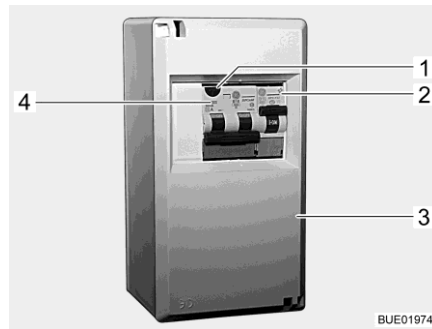
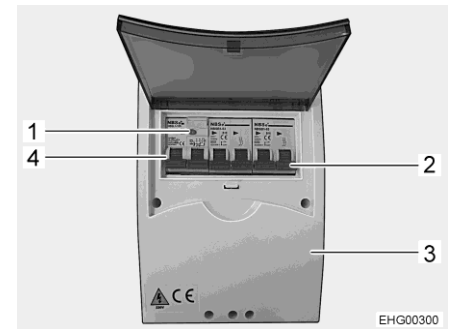

Fig. 122 Coffret de fusibles 230 V
Fig. 123 Coffret de fusibles 230 V (variante)
- Couper les disjoncteurs de protection de circuit (Fig. 122,2, Fig. 122,4 ou Fig. 123,2, Fig. 123,4) dans le coffret de fusibles (Fig. 122,3 ou Fig. 123,3).
- Quand le véhicule est raccordé sur l'alimentation 230 V, appuyer sur la touche de contrôle (Fig. 122,1 ou Fig. 123,1) du disjoncteur différentiel/disjoncteur de protection de circuit combiné (Fig. 122,4 ou Fig. 123,4) dans le coffret de fusibles (Fig. 122,3 ou Fig. 123,3). Le disjoncteur différentiel doit se déclencher.